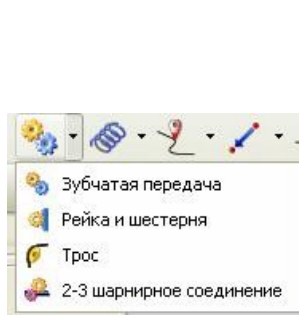

рис.12
- “зубчатые” передачи и тросы (рис.12);